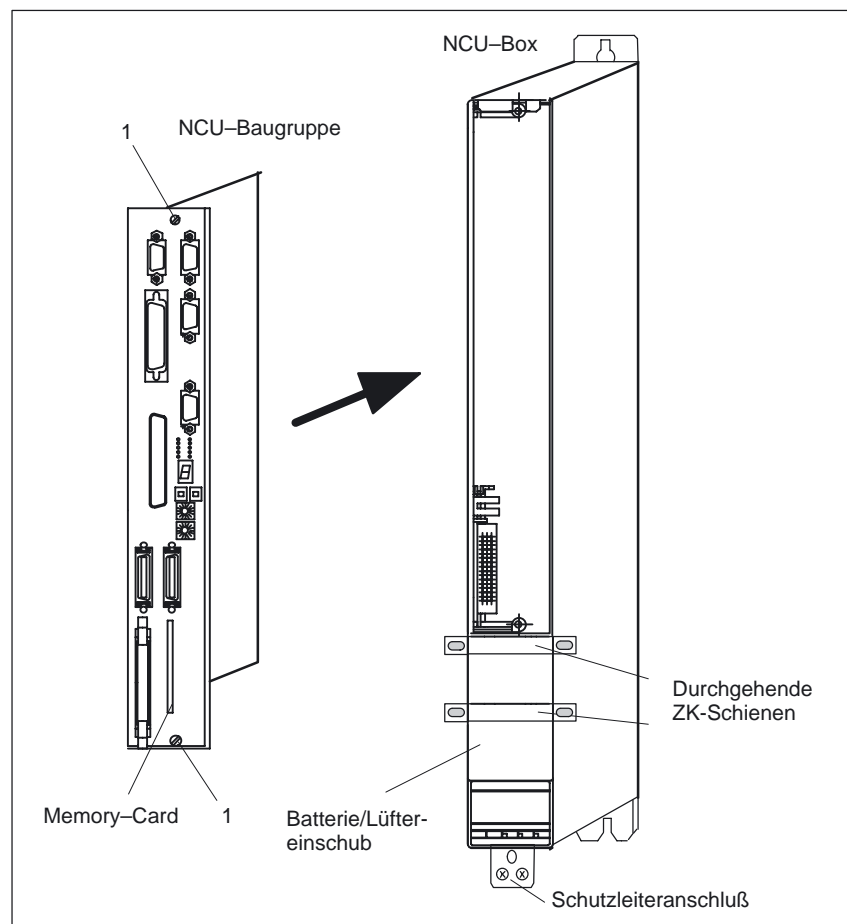

Bild 3-3 Einbau der NCU-Baugruppe in die NCU-Box
Um die Schwingungsfestigkeit gewährleisten zu können, müssen die beiden Schlitzschrauben (1) angezogen werden (siehe Bild 3-3).